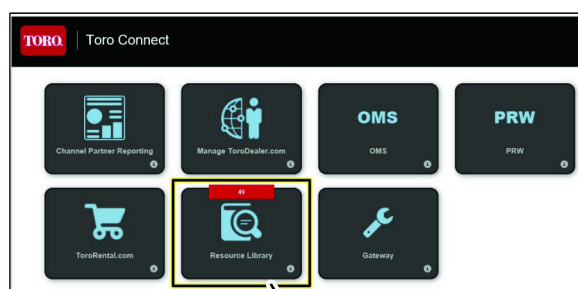

Figura 14
1. Aceda à página Toro Connect (Figura 14).
2. Clique, com o botão esquerdo no ícone Resource Library (biblioteca de recursos) (Figura 14).